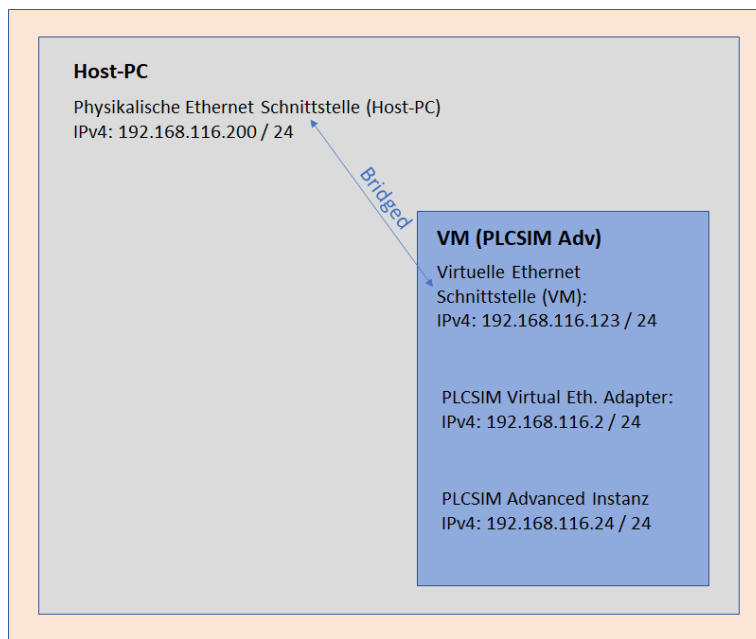

Bild 7
3. Vergeben Sie die IP-Adressen über die Eigenschaften der jeweiligen Schnittstelle, wie im Bild 7 dargestellt.